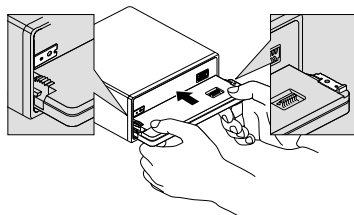

Fig. 13
2. Rimontare il pannello anteriore sull'unità. (Fig. 13)